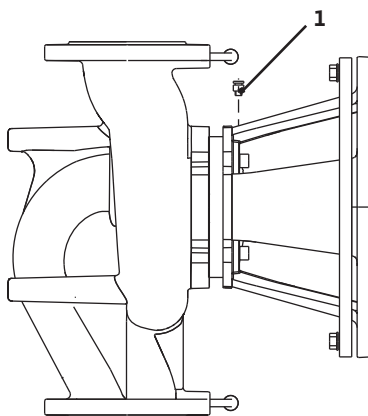

Fig. 38: Lufteventil
- Luften pumpen ved å løsne lufteventilene (fig. 38, pos. 1). Tørrgange ødelegger pumpens mekanisk tetning. Ikke luft differensialtrykk-transmitteren (fare for ødeleggelse).